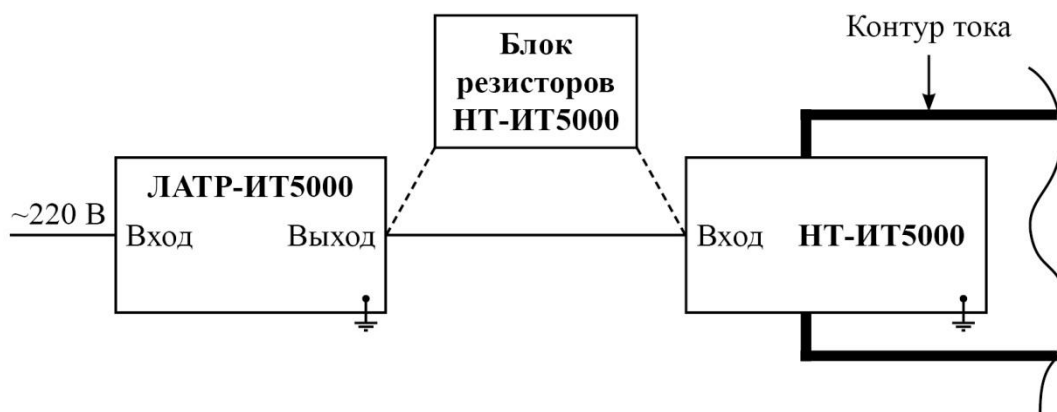

Рис. 1. Схема включения ИТ5000
На рис. 1 приведена схема включения ИТ5000. Регулятор напряжения ЛАТР-ИТ5000 подключается к сети переменного тока 220 В. Розетка «Выход» ЛАТР-ИТ5000 соединяется с вилкой «Вход» НТ-ИТ5000 кабелем «ЛАТР-НТ». Кабели «К-240», «К-120», «К-50», «К-16» используют в качестве внешней обмотки (контура тока). Их пропускают через отверстие на блоке НТ-ИТ5000 и подключают к первичным обмоткам измерительных ТТ. При работе на номинальных первичных токах 250, 200 и 150 А для проверки одно- и пятипроцентных значений тока измерительных ТТ между блоками ЛАТР-ИТ5000 и НТ-ИТ5000 необходимо включать Блок резисторов НТ-ИТ5000.
1) Собрать схему включения ИТ5000 (см. рис. 1). Собрать схему для проверки ТТ согласно рис. 3 ГОСТ 8.217–2003.